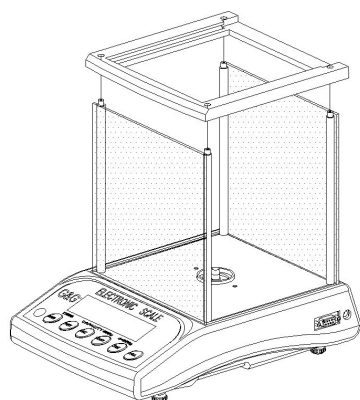
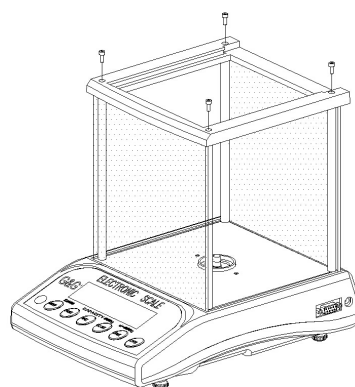

图 2
图 3
2、图 3 中玻璃防风罩的组装方法：
5) 将前后门玻璃放入机壳上的凹槽中，如果放不进凹槽中请把玻璃 90° 旋转一下，放进凹槽中后扶好玻璃，然后再把防风罩上盖上的 4 个沉孔对准 4 个立柱的另一头，让立柱嵌入防风罩上盖的沉孔中，再将包装中所配的 M3 内六角螺丝放入防风罩上盖顶端的 4 个沉孔中，然后用所配的扳手将内六角螺丝拧入到立柱中并拧紧。注：这个步骤最好由两个人来装配，一个人扶好玻璃以免玻璃打破，另一个人负责安装防风罩上盖和拧螺丝，如图 2 和图 3 所示。